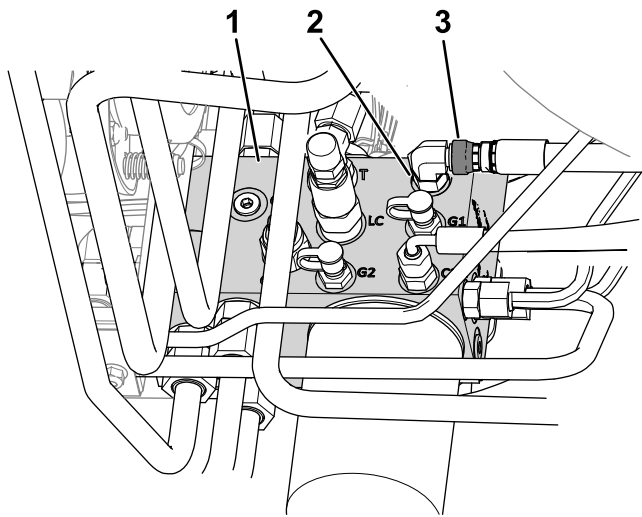

Figura 10
- B. Afloje la tuerca giratoria de la manguera conectada al orificio C1 del distribuidor hidráulico (Figura 10).